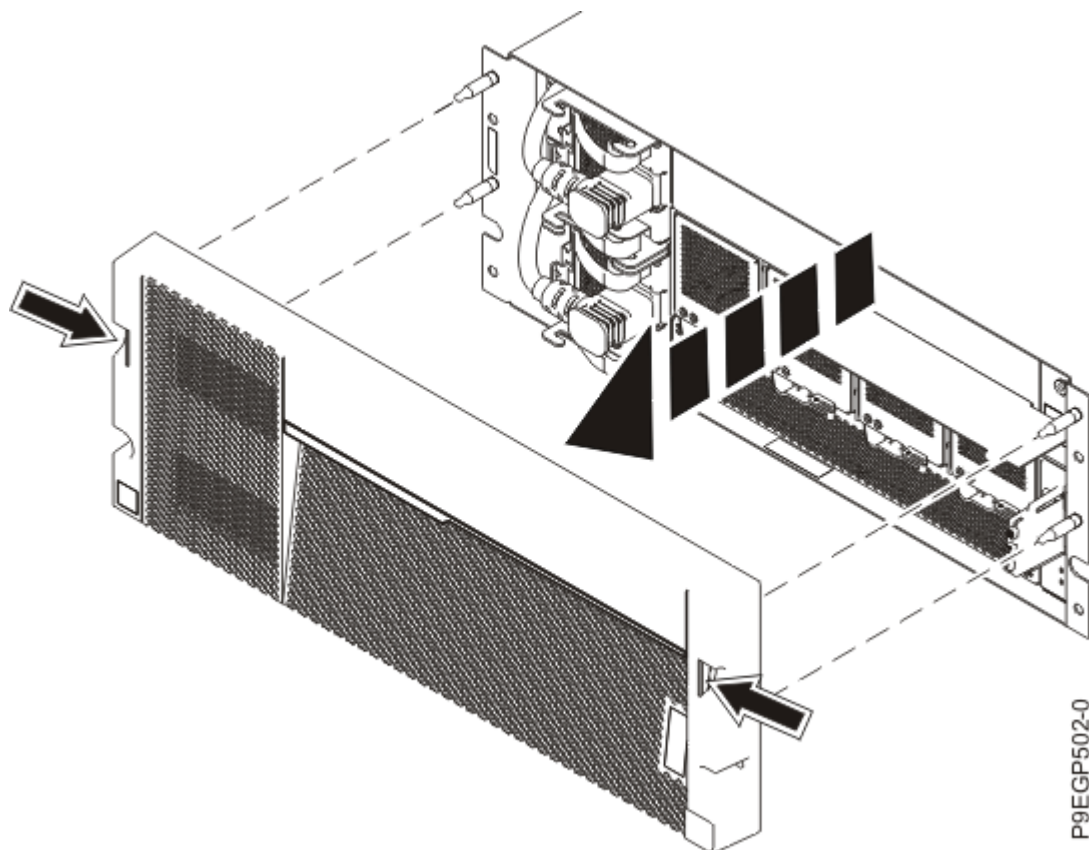

Figura 8. Removendo a tampa e o cartão de informações de serviço
- b. Usando os dois pontos de contato azuis em cada lado da gaveta, puxe a tampa para fora para remover a tampa da parte frontal da gaveta, como mostrado na Figura 8 na página 12.